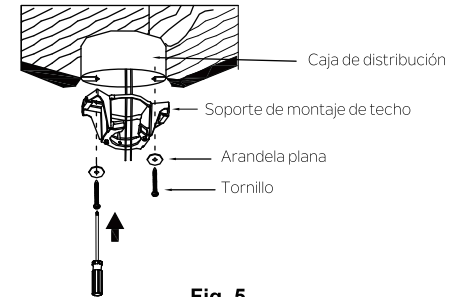

Fig. 5
**Paso 1.** Antes de acoplar el ventilador con la caja de distribución eléctrica (no incluida), asegúrese de que la caja esté bien ajustada a por lo menos dos puntos de un elemento estructural del techo (una caja suelta podría provocar el tambaleo del ventilador). Pase los cables de alimentación de 120 voltios desde la caja de distribución eléctrica a través del centro del soporte de montaje de techo. Instale el soporte de montaje con la caja de distribución eléctrica en el techo utilizando los tornillos y las arandelas que se incluyen con la caja de distribución o los tornillos. (Fig. 5)